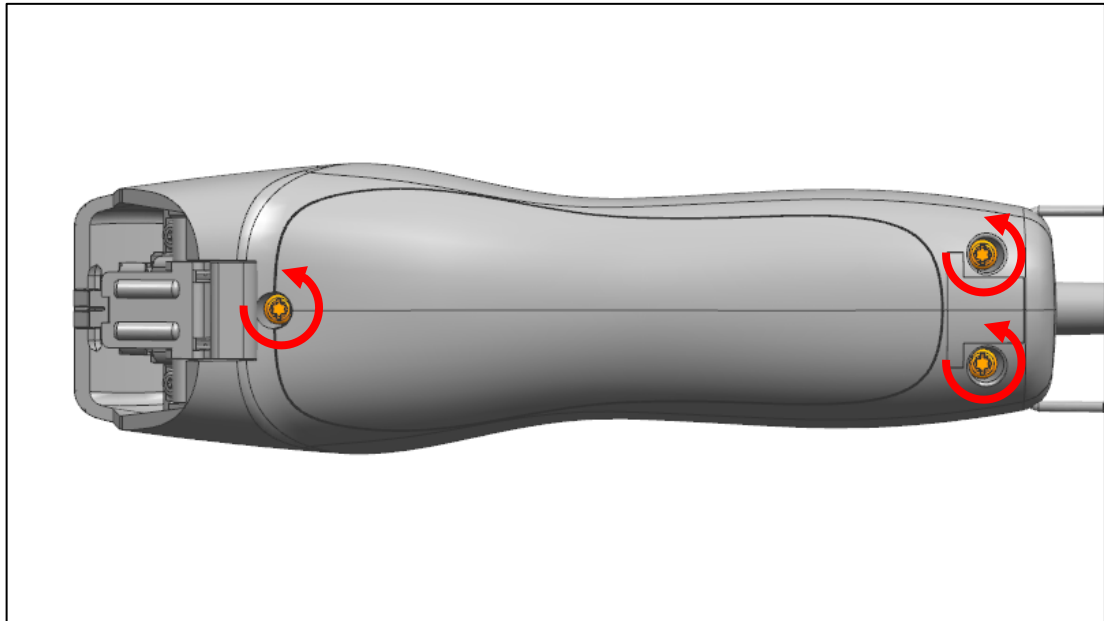

Abb. 5
- a) Lösen Sie die drei markierten Schrauben. Verwenden Sie hierzu einen Torx-10 -Schraubendreher (Abb. 5).